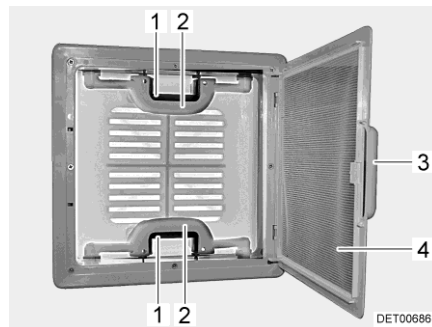

Bild 26 Dachhaube mit Schnappverschluss
- Am Griff (Bild 26,3) ziehen.
- Insektenschutz (Bild 26,4) nach unten klappen.
- Schnappverschluss (Bild 26,1) zur Innenseite der Dachhaube drücken. Gleichzeitig mit dem Griff (Bild 26,2) die Dachhaube nach oben drücken.
- Insektenschutz (Bild 26,4) nach oben schwenken, bis er einrastet.
- An beiden Griffen (Bild 26,2) die Dachhaube kräftig nach unten ziehen, bis beide Schnappverschlüsse (Bild 26,1) eingerastet sind.